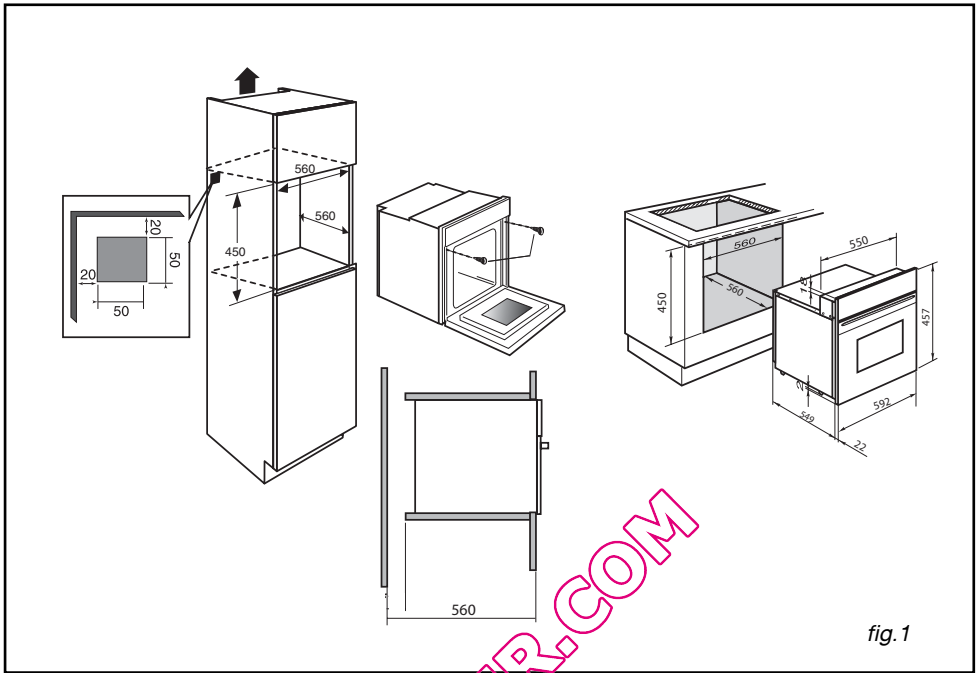

fig. 1
- Pour plus de stabilité, fixez le four dans le meuble par 2 vis au travers des trous prévus à cet effet sur les montants latéraux (fig.1).
• Grille sécurité (fig.1)
- Ouvrez complètement la porte et la bloquer à l'aide de deux butées rouges (fig.1)